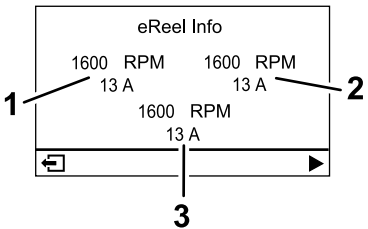

Figure 26
- **Écran d'information moteur UC (Figure 26) :** indique le régime et le courant du moteur de chaque unité de coupe.